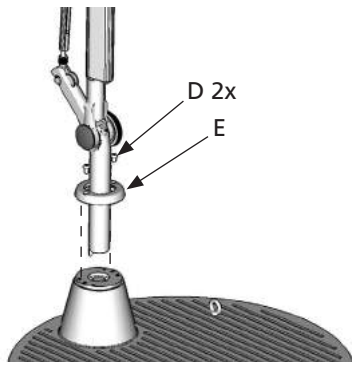
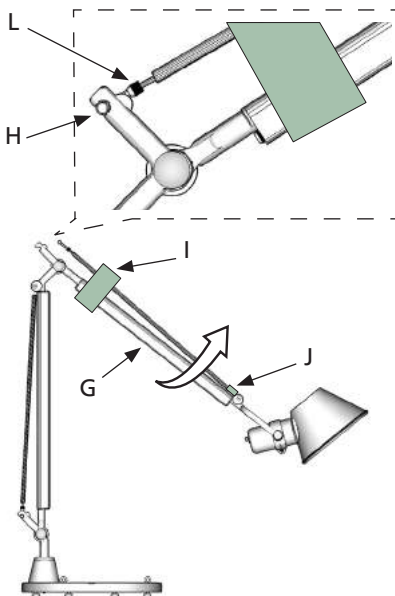

Fig. 4
Fig. 5
Inserire il corpo lampada nella base (fig.4). Bloccare la ghiera E avvitando le viti D nei fori prescelti. Sollevare il braccio G ed inserire il perno H nell'apposita sede SENZA RIMUOVERE LE PROTEZIONI I e J (fig. 5).
Insérer le corps de la lampe dans la base (fig.4). Bloquer la bague E en serrant les vis D dans les trous. Soulever le bras G et insérer le pivot H dans le siège approprié SANS RETIRER LES PROTECTIONS I et J (fig. 5).
Insert the lamp body into the base (fig. 4). Lock the locking ring (E) by tightening the screws (D) into the selected holes.
Lift the arm (G) and insert pin (H) into the relevant hole WITHOUT REMOVING THE COVERS (I) and (J) (fig. 5).
Den Lampenkörper C in den Sockel (D) einsetzen (Abb. 4). Die Schrauben D in die gewählten Bohrungen schrauben, um den Ring E zu blockieren.
Den Arm G heben und den Stift H in seine Aufnahme stecken OHNE DIE ABDECKUNGEN I und J ZU ENTFERNEN (Abb. 5).